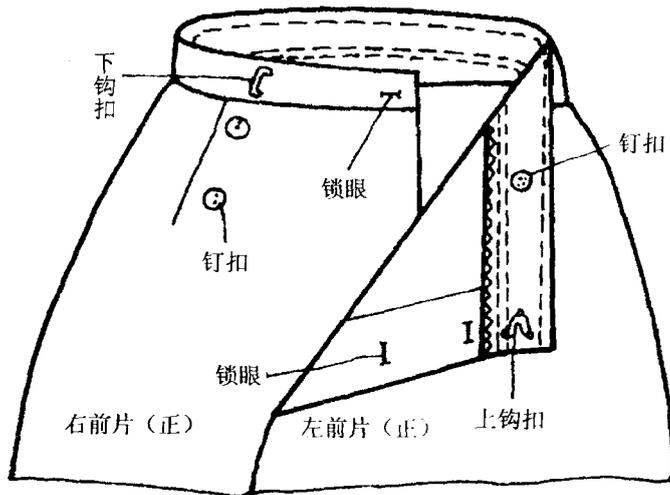

图3-14
14. 按照图 3-1 设计的眼扣位置，在腰头与裙片上锁眼钉扣，再在腰头上钉一对钩扣。最后将裙子整烫。见图 3-14。